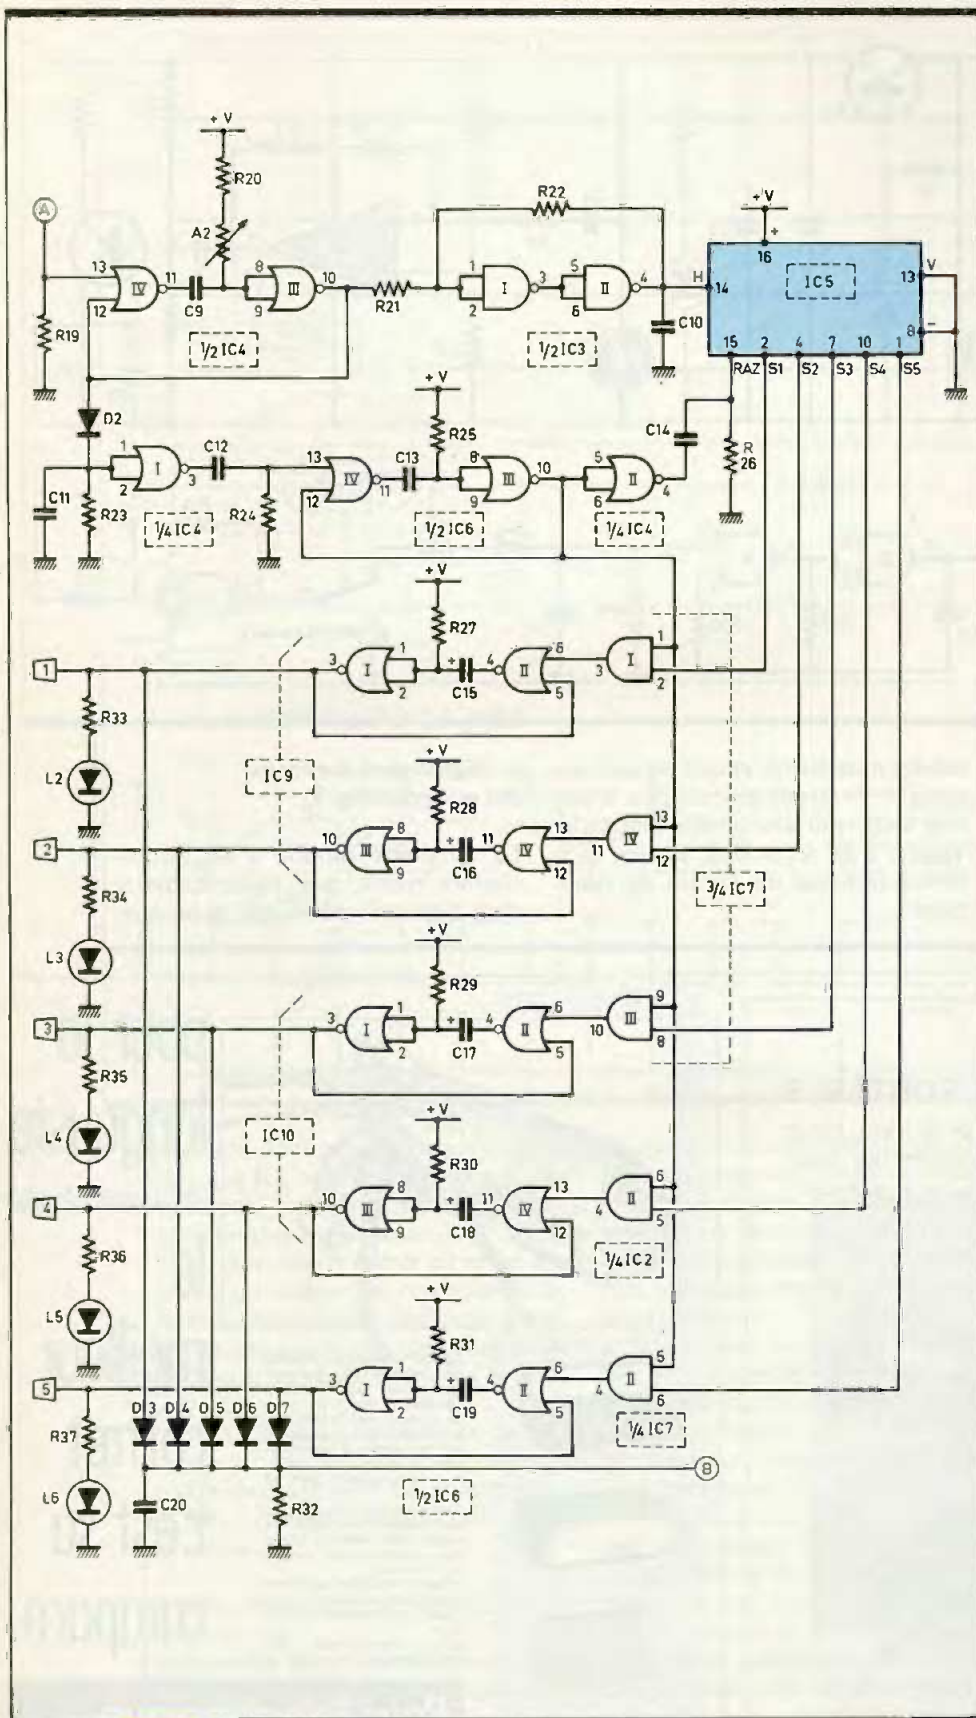

Fig. 9 Traitement du signal et intégration.
d) Comptage (fig. 9)
e) Détection des pauses (fig. 9)
f) Lecture et RAZ périodiques (fig. 9)
h) Mémorisation, décodage et affichage (fig. 9 et 10)
g) Intégration de la lecture du compteur (fig. 9)